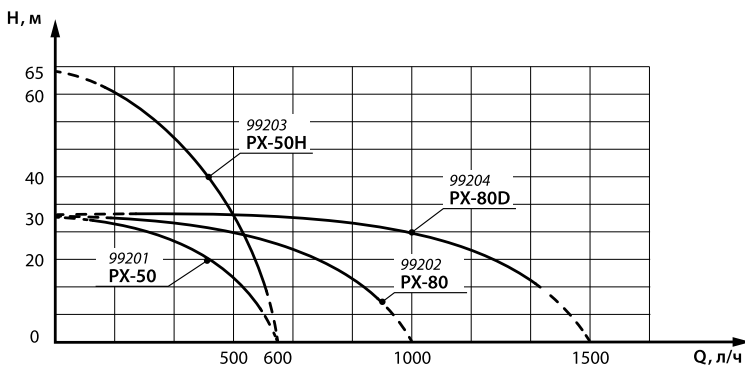

рис. 8
4. На графике зависимости напора от производительности мотопомпы (рис. 8) находим величину расхода, она составляет примерно 250 л/мин.